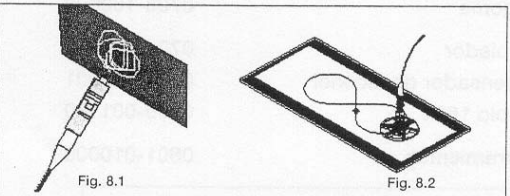

Fig. 8.1
11. Pulir a mano el exceso de fibra con un papel de lija de 5 µm, realizando movimientos circulares de 5 cms. de diámetro (fig. 8.1)